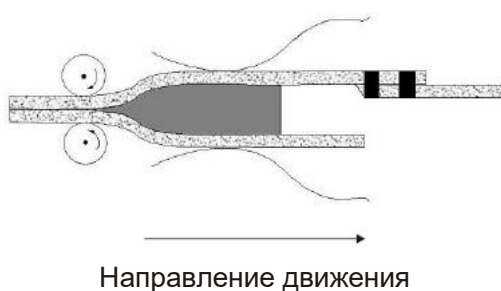

Fig.5 "Т" схема сварки
8). Между свариваемым материалом и другим материалом образуется перекрытие в форме буквы "Т". Способ сварки показан на рис.5. Плотно прижмите головку горячего клина внахлест к отметке сварного шва, а длина среза со скосом составляет приблизительно 100 мм.